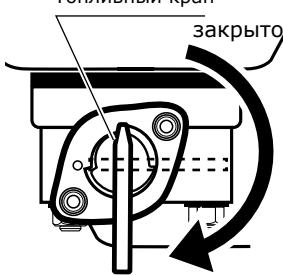

Рис. 9
- Откройте топливный кран, повернув его рычаг в положение «ОТКРЫТО» (рис. 9).
- Откройте топливный кран, повернув его рычаг в положение «**ОТКРЫТО**» (рис. 9).